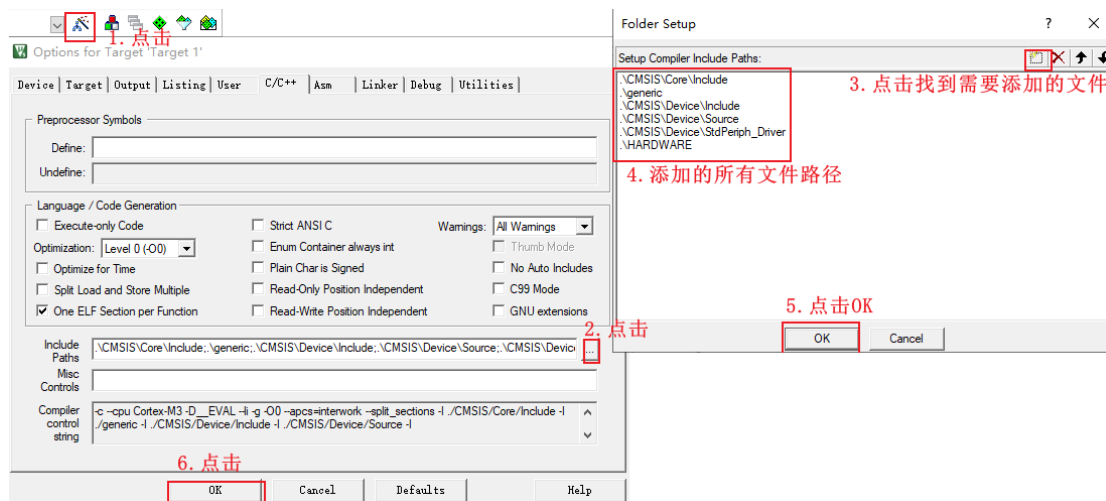

图 1.30 添加文件路径
6. 添加文件路径，点击 , 选择 C/C++, 然后点击 Include Paths 后面的 , 添加对应的文件路径，操作步骤如下图 1.30 所示。